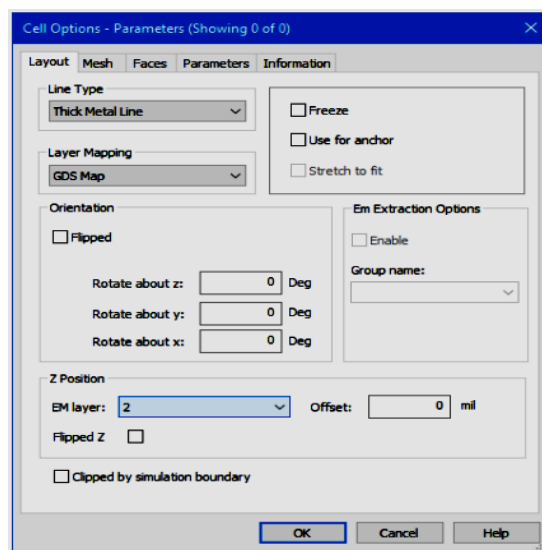

Рис. 99
13. Щелкните правой кнопкой мышки по **SMACONFIG** еще раз и выберите **Shape Properties**, чтобы отобразить диалоговое окно **Cell Options**. В разделе **Z Position** измените **EM layer** на **2** (рис. 99).